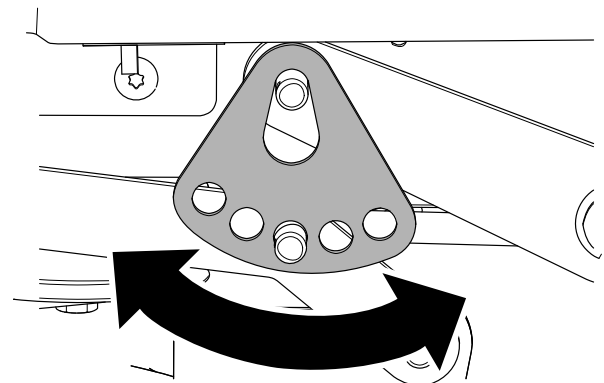

**Figure 60**
6. Retirez la goupille fendue et la rondelle de l'axe inférieur du bras de levage (**Figure 60**).